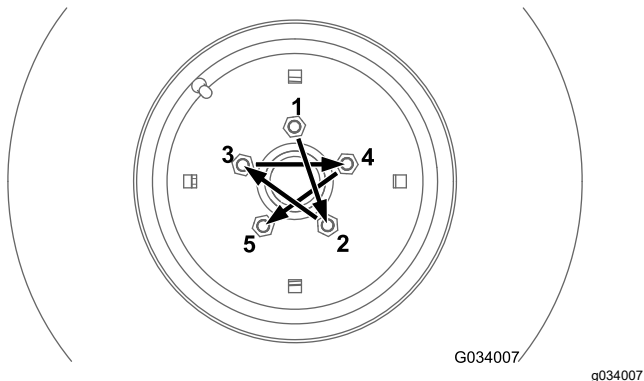
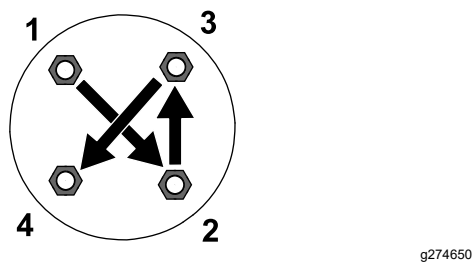

Bild 67
Bild 68
Ziehen Sie die Radmutter an den Vorder- und Hinterrädern (nur Allradmaschinen) in einem kreuzförmigen Muster, wie in Bild 67 dargestellt, auf das angegebene Drehmoment an. Bild 68
- Vorderräder: siehe Bild 67
- Hinterräder (nur bei Allradmaschinen): siehe Bild 68